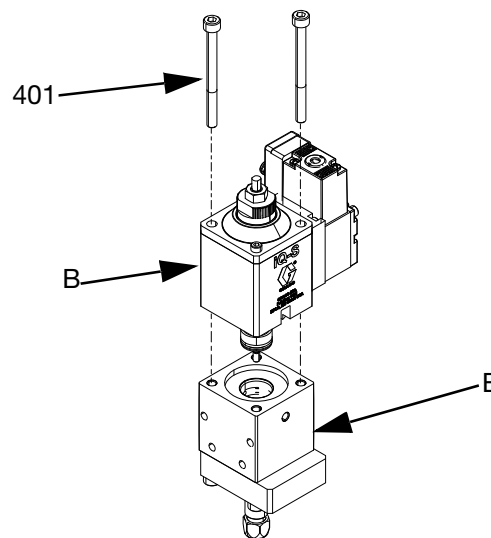

FIG. 11
4. Ta bort adaptern (308) för munstycket för droppfri tillbakadragning and distansen (315).
5. Sätt en insexnyckel genom kolstånghålet (410) i dräneringshålet (K). Skruva ur muttern (310) med en 5,5 mm hylsa eller mutterdragare och ta bort munstycket (309).
6. Sätt upp pumphuset i ett skruvstäd om vätskesektionen (E) inte är monterad.
7. Ta bort M5-skruvorna (401) från luftcylinderns ovansida med hjälp av en 4 mm insexnyckel. Dra försiktigt i luftsektionen (B) tills kolstången (410) är ute ur vätskesektionen (E). Se FIG. 11.